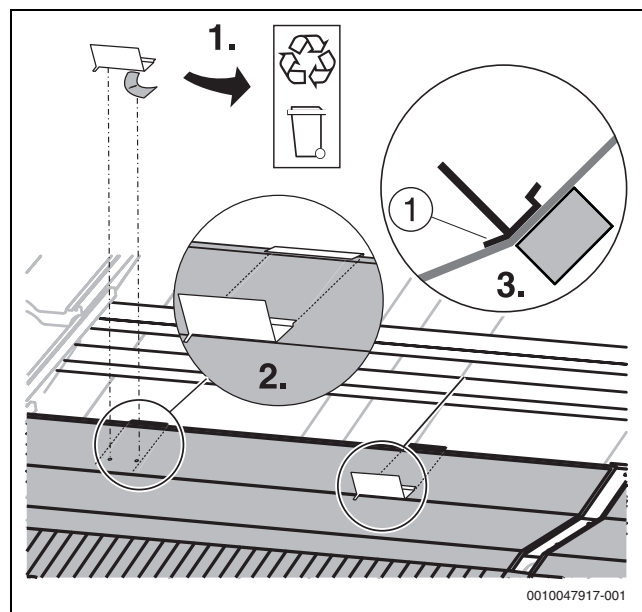

Bild 31 Abrutschsicherungen positionieren und aufkleben
- Schutzfolie von Abrutschsicherung abziehen (→ Bild 31).
- Abrutschsicherung so auf das untere Eindeckblech kleben, dass die Abrutschsicherungen mit den Montagehaltern fluchten (→ Bild 31).
- Abrutschsicherung muss genau in der Abkantung des Eindeckblechs liegen (→ Bild 31).